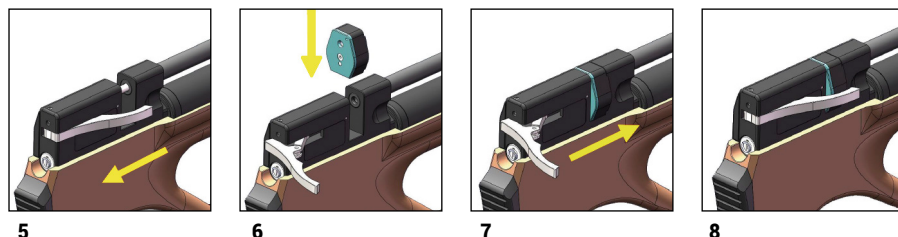

Fig. 14.
- Tire del cerrojo hacia atrás (fig. 14. Paso 5) hasta amartillar la carabina, de forma que el cerrojo no pueda volver hacia delante de forma automática.
- La boca de carga quedará al descubierto tal como se ve en la fig. 14 (Paso 6).
- Alinee el cargador con la ranura y acóplelo a la carabina tal como se indica en la fig. 14 (Paso 7).
- Empuje el cerrojo hacia delante (fig. 14. Paso 8) hasta llevarlo a la posición inicial.